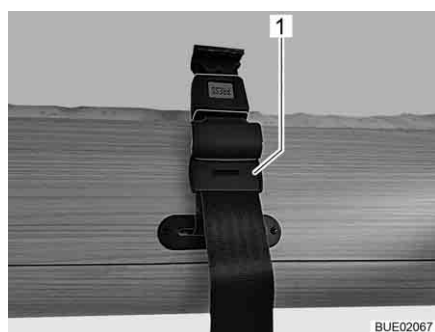
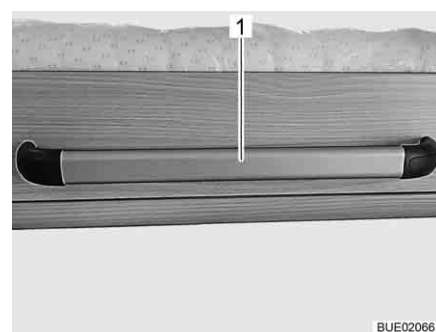

Fig. 127 Cintura di ritegno sul letto basculante
Fig. 128 Maniglia sul letto basculante
- Letto basculante con cinture di ritegno: Sganciare le cinture di ritegno (Fig. 127,1) e tirare verso il basso il letto basculante mediante la maniglia (Fig. 128,1).
- Letto basculante con cinture di ritegno: Spingere in alto il letto basculante mediante la maniglia (Fig. 128,1). Bloccare il letto basculante con le due cinture di ritegno (Fig. 127,1) a destra e a sinistra.